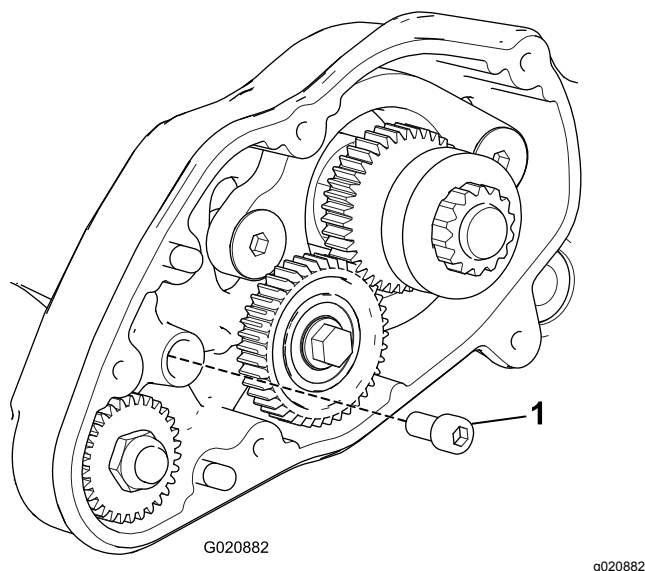

Figure 14
4. Insérez le boulon à tête creuse que vous avez retiré du couvercle dans le trou où se trouvait le pignon central (Figure 14).